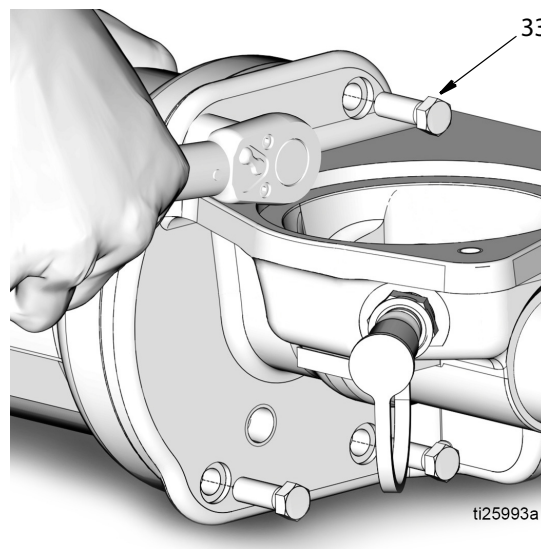

Рис. 52
- c. Вкрутите 4 новых болта (33). Затяните равномерно болты вручную, каждый по немного за один раз крест-накрест. Затем затяните крест-накрест с усилием 10 - 13 футофунтов. (13,5-17,6 Н•м). См. Рис. 52.